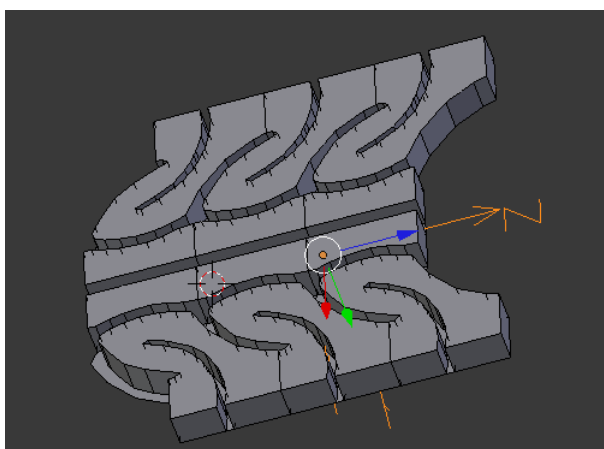

Figura 5.81
14. Seleccione o Empty e desloque-o segundo zz o necessário para fazer coincidir as fronteiras das réplicas adjacentes. Use **[G] > [Z]** ou os **Transformadores**, e, para uma maior precisão, pressione **[Shift]** enquanto movimenta o rato, figura 5.81. Se necessário, incremente ligeiramente o parâmetro Distance para facilitar o colapso dos vértices adjacentes.